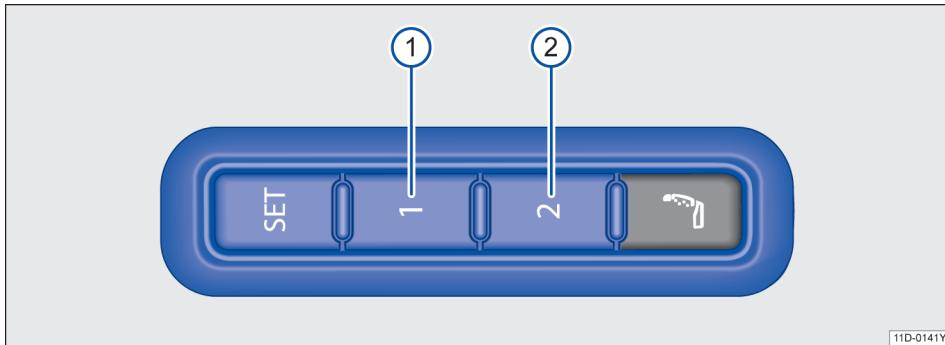

图 64 记忆位置图示
- 按压按键 SET → 图 64。
- 在 10 秒钟内按压需要设置的记忆按钮 ① 或 ②。一个声音信号确认存储于该记忆按钮的位置设置成功。